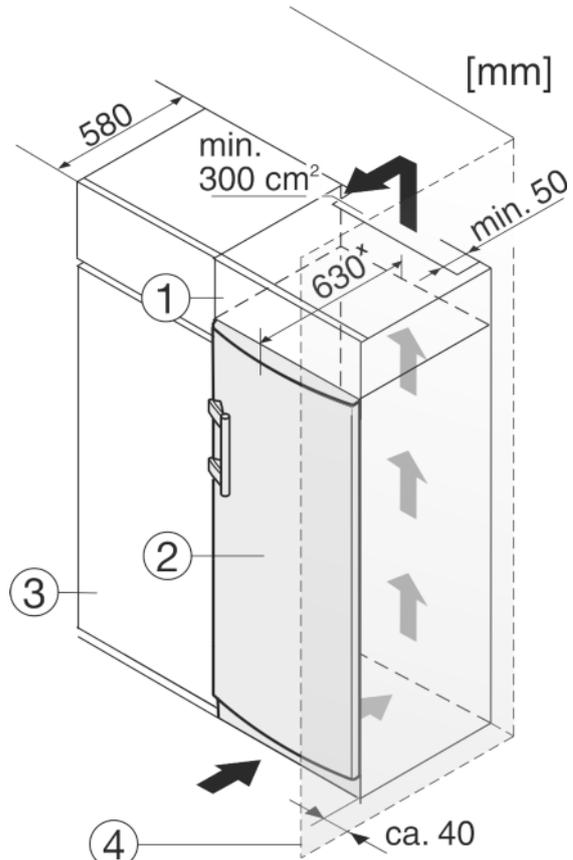

Fig. 10
- (1) Aufsatzschrank (3) Küchenschrank
(2) Gerät (4) Wand
Das Gerät kann mit Küchenschränken umbaut werden. Um das Gerät Fig. 10 (2) der Küchenzeilenhöhe anzugleichen, kann über dem Gerät ein Aufsatzschrank Fig. 10 (1) angebracht werden.
Beim Umbau mit Küchenschränken (Tiefe max. 580 mm) kann das Gerät direkt neben dem Küchenschrank Fig. 10 (3) aufgestellt werden. Das Gerät steht seitlich 34 mm* und in der Gerätemitte 50 mm* gegenüber der Küchenschrankfront vor.
Wenn das Gerät mit den Scharnieren neben einer Wand Fig. 10 (4) aufgestellt wird, muss der Abstand zwischen Gerät und Wand mindestens 40 mm betragen. Dies entspricht dem Griffüberstand bei geöffneter Tür.